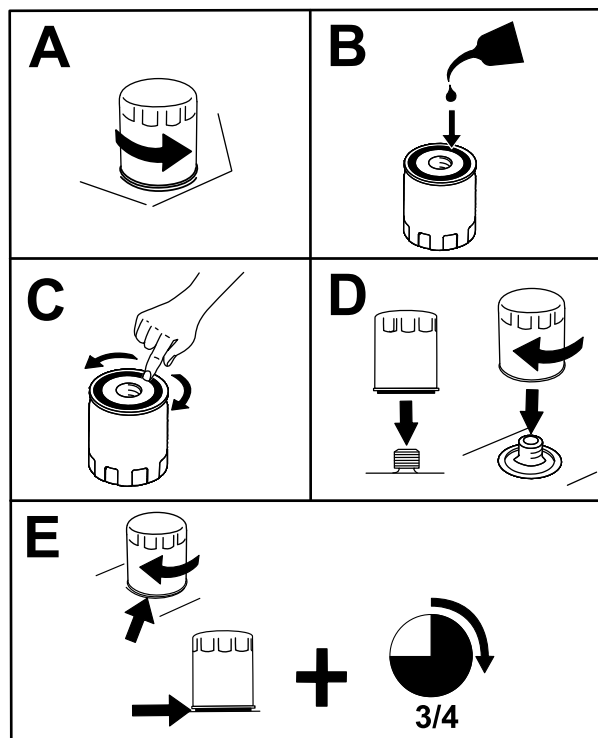

Figura 36
2. Sustituya el filtro de aceite del motor (Figura 36).